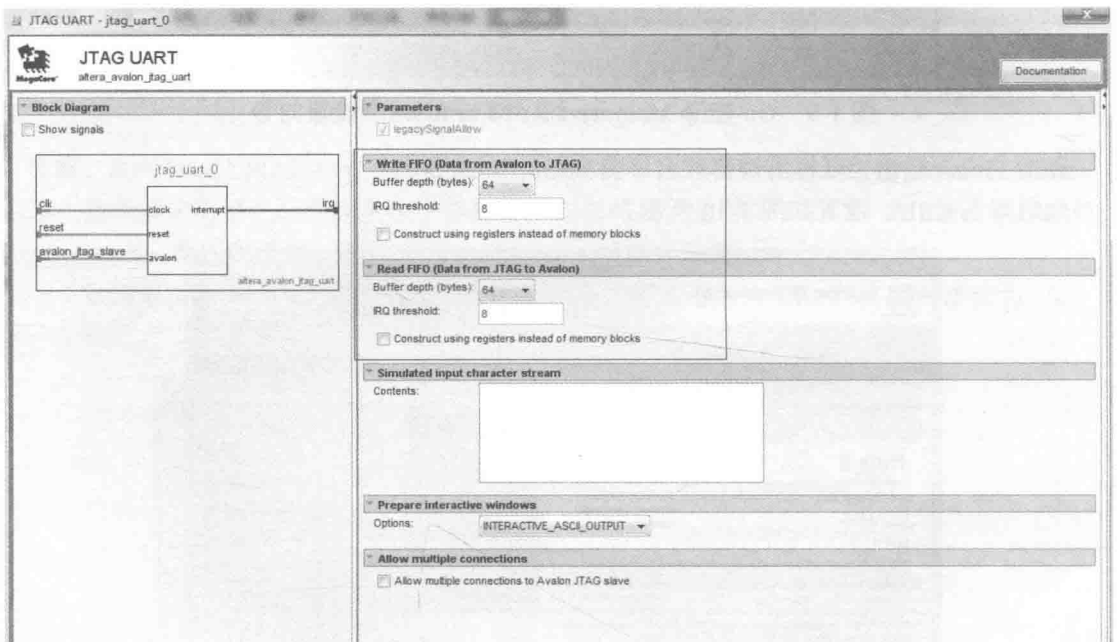

图 1-11 JTAG UART 设置项
(11) 加入 JTAG UART。点击 Interface Protocols -> Serial 中的 JTAG UART, 并作如下设置 (图 1-11):